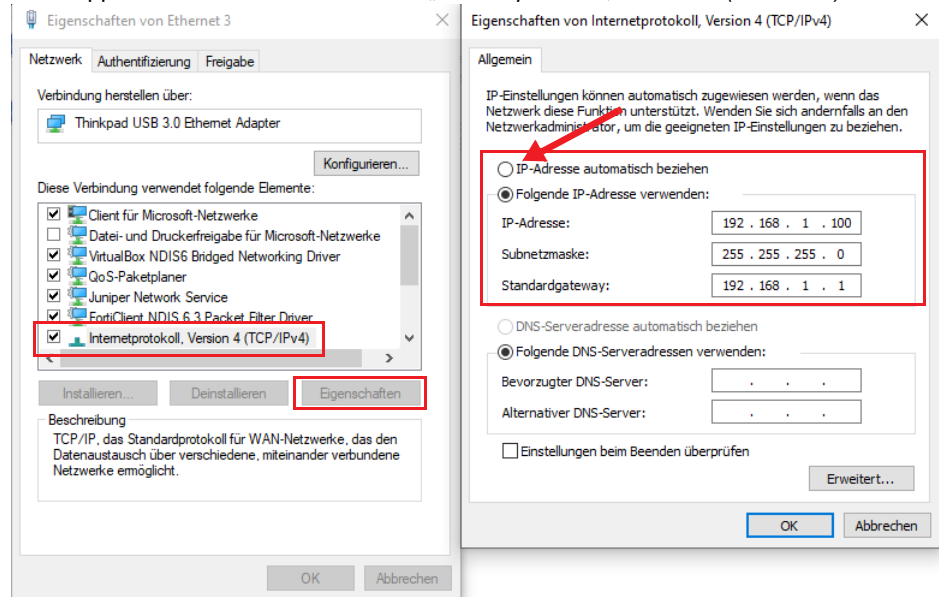

Bild 4-4 IP-Einstellung des Konfigurationsrechners (Admin-PC) ändern
- Geben Sie die Werte entsprechend dem Beispiel in Bild 4-4 / Tabelle 4-1 ein.